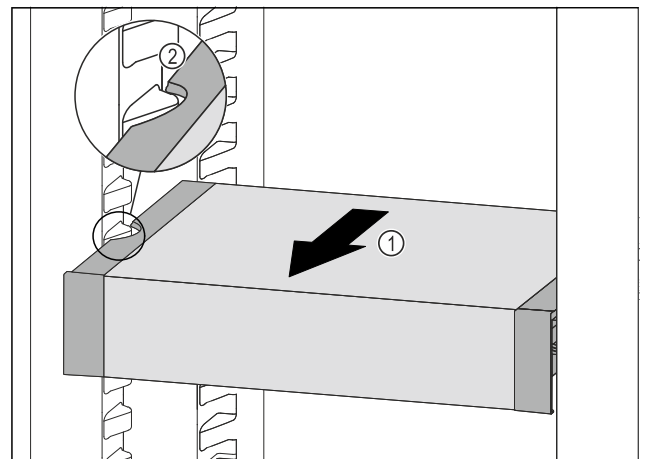

Fig. 65
- ▶ Húzza előre felé a VarioSafe fiókot annyira Fig. 65 (1), hogy a VarioSafe oldalsó kivágásai a hűtőrészben a tartóborda magasságában legyenek. Fig. 65 (2)